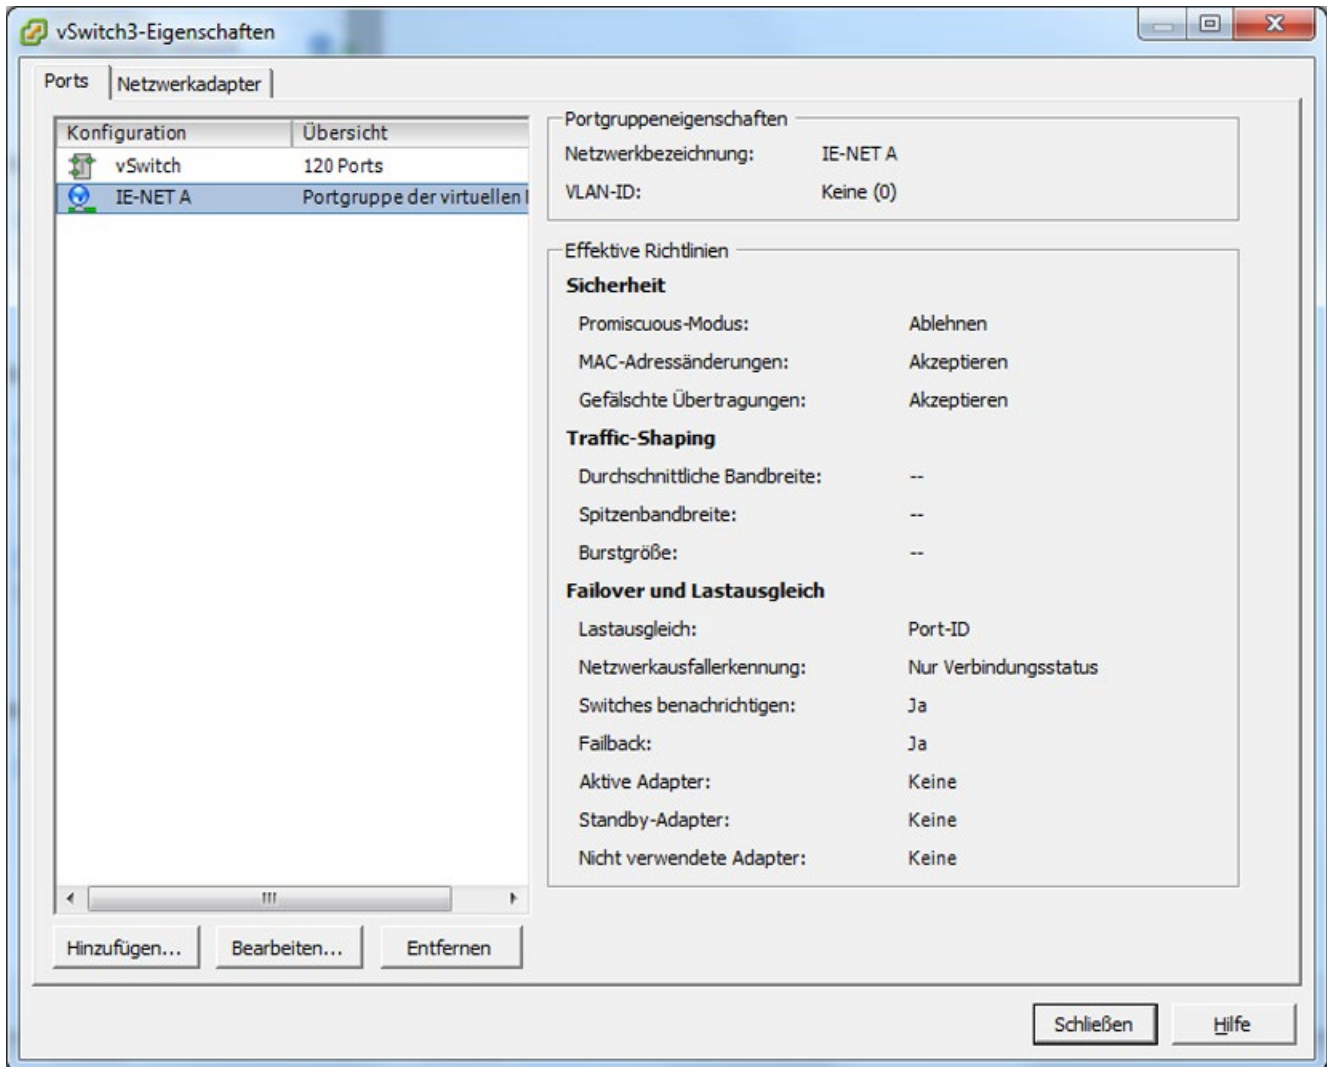

Bild 4-1 Portgruppe in den Eigenschaften des vSwitch auswählen
- 6. Wählen Sie links im Menü die Portgruppe für das angelegte Netzwerk (die Einstellungen stehen in der rechten Spalte, siehe Bild 4-1).